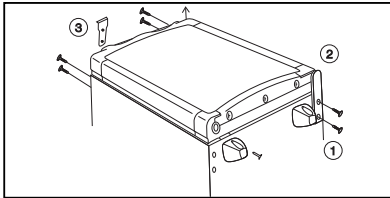

Abbildung 6.
Die Reifbildung wird durch die in das Gerät eingebaute FUZZY LOGIC reguliert, die das Gerät alle 24 Stunden für zwei Stunden abschaltet. Der Reif schmilzt, und das Tauwasser läuft über das Ablaufloch der Tauwasserablafrinne in den Verdampfungsbehälter, der sich am rückwärtigen unteren Ende des Geräts bei allen Modellen befindet (Abb. 6). Dort wird es automatisch verdampft, so dass eine manuelle Entleerung des Behälters nicht erforderlich ist.
- Das Tauwasser läuft dann über eine Rinne zur Geräterückseite in einen Auffangbehälter, wo es automatisch verdampft (Abb. 6). Wenn die abzutauende Eisschicht sehr dick ist, besteht die Gefahr, dass der Auffangbehälter überläuft. In diesem Fall sollte ein Tuch unter die Kühlrippen gelegt werden, das das überlaufende Tauwasser aufsaugen kann. Auch das Wasser im Tiefkühl-lagerfach sollte mit einem Tuch aufgesaugt werden.